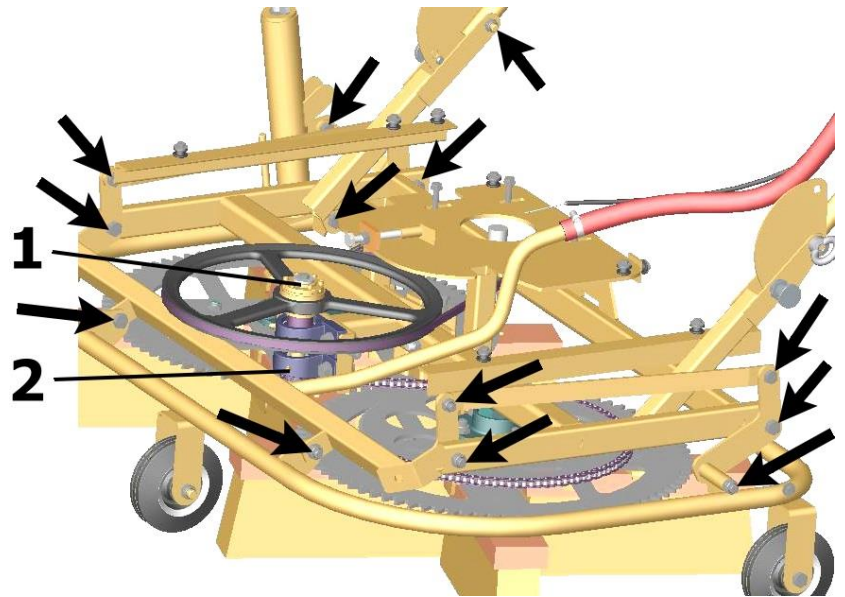

Bild 2
- **Befestigungsschrauben bei beweglichen Teilen nicht zu fest nachziehen.** (Siehe Pfeile ↘ ↙ in Bild 2)
Rutschkupplung (siehe Pos. (1) in **Bild 2**) dient als Überlastsicherung und sollte bei Störungen (Durchdrehen der Rutschkupplung (1) während des Betriebes) nachgezogen werden (siehe beiliegende Montageanleitung RUFLEX).
Halbjährlich ist die Rutschkupplung über Schmiernippel (siehe Pos. (2) in **Bild 2**) mit Fett nachfüllen.